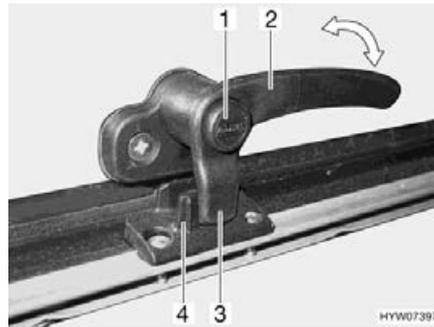
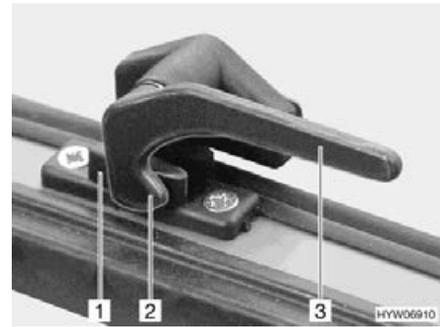

Bild 112 Verriegelungshebel mit Sicherungsknopf in Stellung "geschlossen"
Bild 113 Verriegelungshebel in Stellung "geschlossen"
- Wenn vorhanden, Sicherungsknopf (Bild 112,1) drücken und gedrückt halten.
- Den Verriegelungshebel (Bild 112,2 oder Bild 113,3) eine viertel Umdrehung zur Fenstermitte hin drehen.
- Den Verriegelungshebel (Bild 112,2 oder Bild 113,3) eine viertel Umdrehung zum Fensterrahmen hin drehen. Die Verriegelungsnase (Bild 112,3 oder Bild 113,2) am Verriegelungshebel liegt komplett auf der Innenseite der Fensterverriegelung (Bild 112,4 oder Bild 113,1).
- in Stellung "fest verschlossen" (Bild 112 und Bild 113)